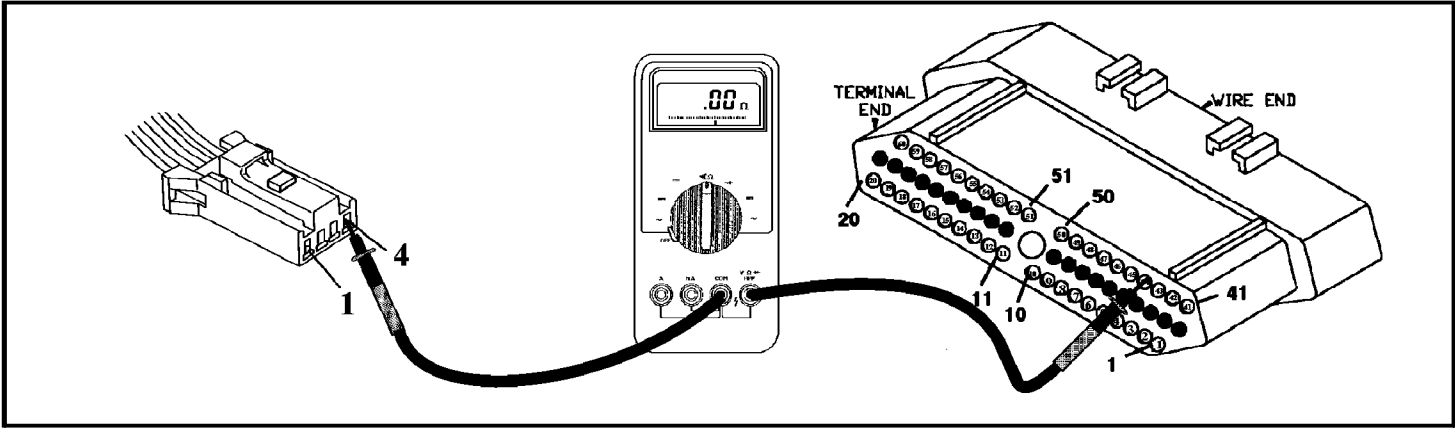

Figura 70
- Realize una prueba de continuidad desde el terminal 4 en el conector de la palanca automatica hasta el terminal 44 en el conector del TCM (Vea la figura 70). Si hay continuidad vaya al proximo paso. Si no hay continuidad, el alambre está averiado. Haga la reparación necesaria.